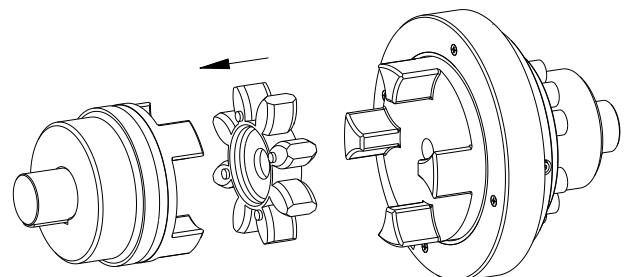

Bild 7: Montage des Zahnkranzes
- Setzen Sie den Zahnkranz in die Nockenpartie der Nabe ein (siehe Bild 7).